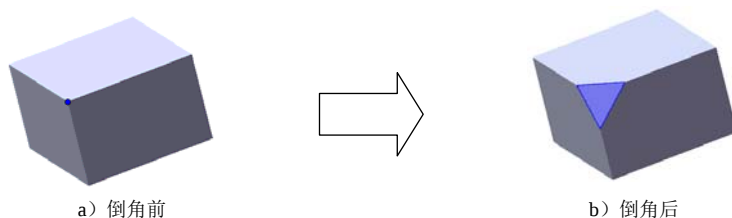

图 3.8.3 顶点倒角特征
- 利用“倒角”对话框还可以创建图 3.8.3 所示的顶点倒角特征，方法是在定义倒角类型时选择“顶点”选项，然后选取所需倒角的顶点，再输入目标参数即可。